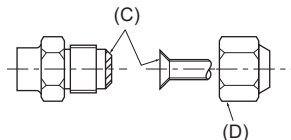

Fig. 4-1
(A) (Fig. 4-1)
(B) (Fig. 4-1)
### 4.2. Kople til rør (Fig. 4-1)